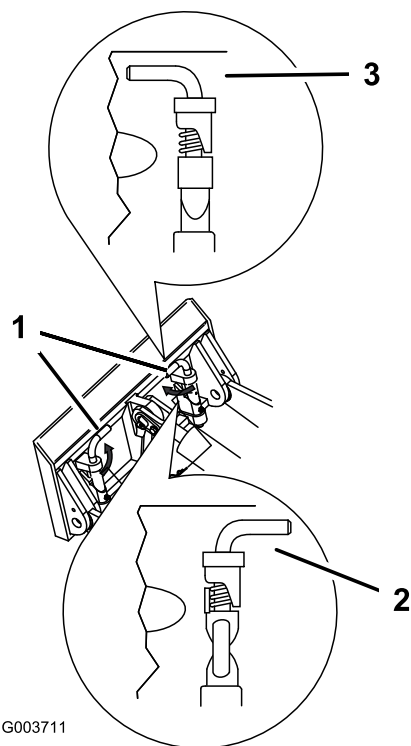

Figura 9
7. Inserite i perni ad attacco rapido, verificando che siano completamente inseriti nella piastra di appoggio (Figura 9).